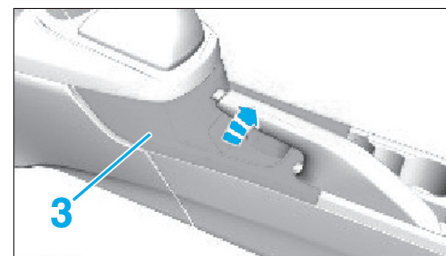

Fig. 19
• Dégrafer la garniture (3) (Fig.19).